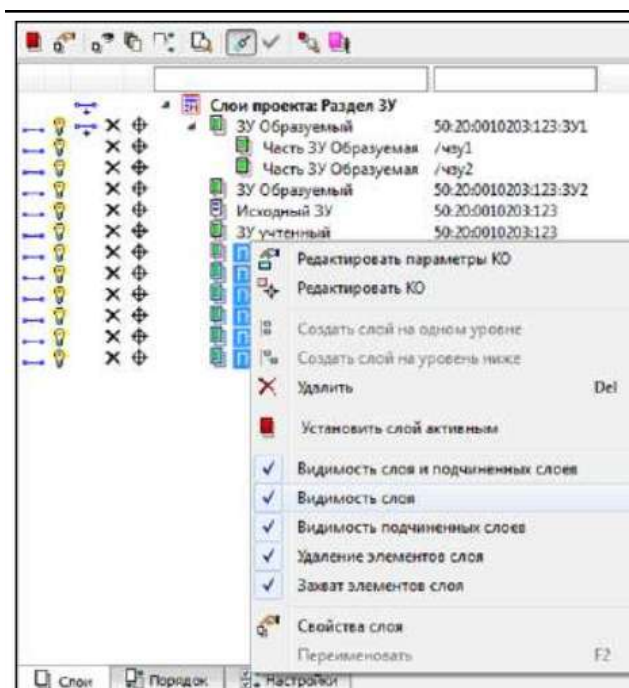

Рисунок 10 – Графическое окно слоя проекта: Раздел ЗУ
5. Отключите видимость слоев – **Пункт ОМС** (рис. 10).